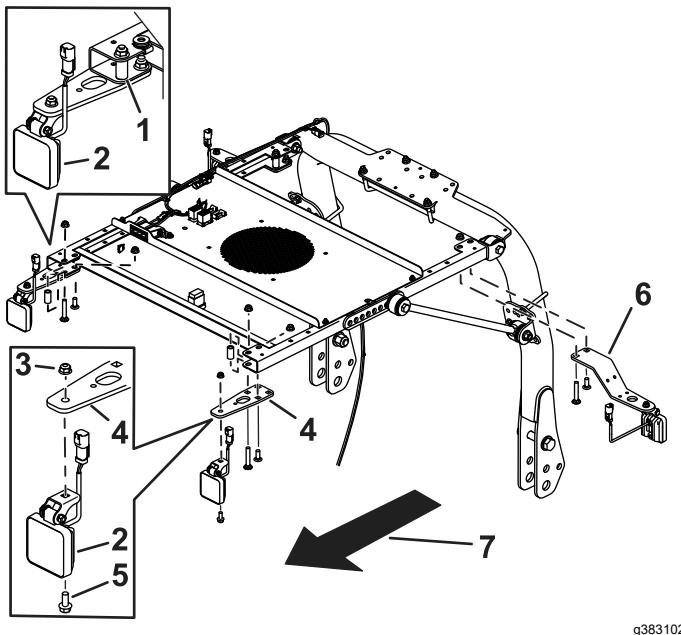

図 5
- 各ブラケットをサンシェードのフレームに固定する長いキャリッジボルト1本、短いキャリッジボルト1本、スペーサ1個、フランジナット2個を使用する図3と図5。
2. 各ブラケットにライトを取り付けるキャリッジボルトとナットを使用する図5。